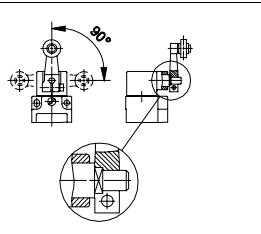

Fig. 1: Positionnement de l'actionneur (plan vertical)
- Monter le levier de façon que le carré de l'arbre d' entraînement et le levier s'interpénètrent (cf. Fig. 1).